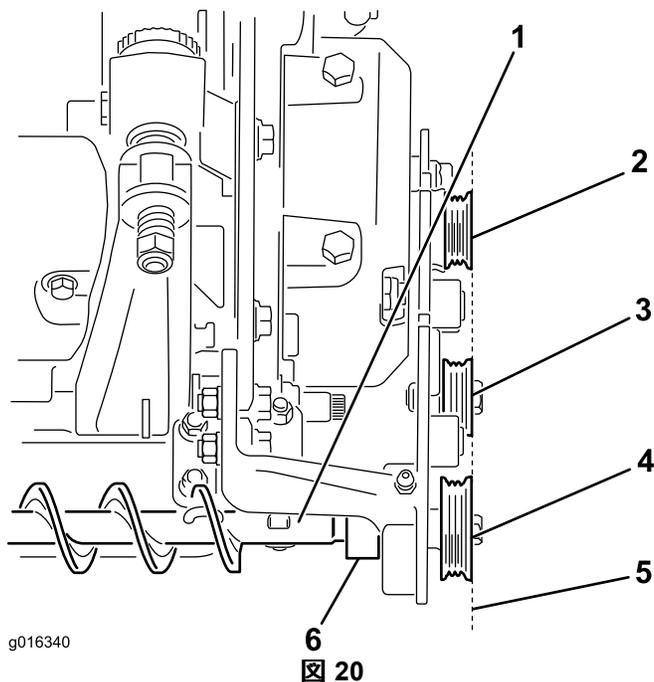

図 20
- A. ローラブラシアセンブリを左右のサポートの間で前後に移動させて、受動プーリをアイドラと駆動プーリに整列させる 図 20 を参照。